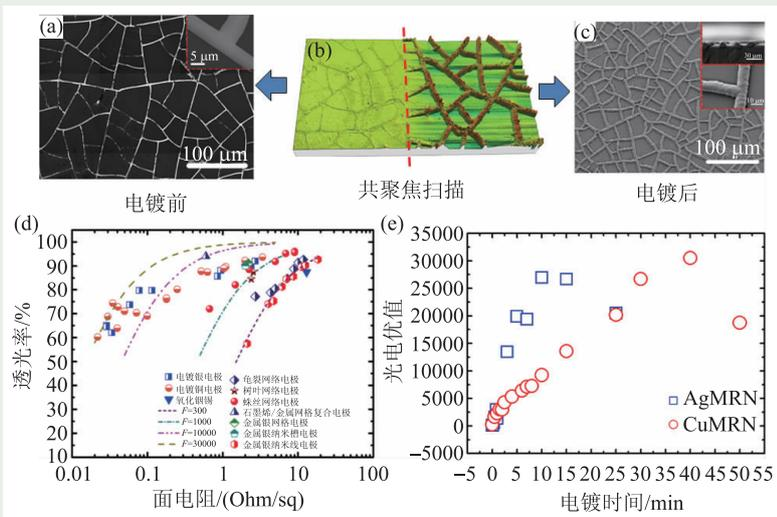

图6 (a)电镀前金属网络电极SEM照片; (b)电镀前后共聚焦光学显微镜照片; (c)电镀后金属网络电极照片; (d)电镀金属网络电极光电性能图; (e)电镀金属银和铜网络光电优值图
(3)利用低成本液相法选择性电沉积金属,获得了超低表面电阻( $R_s \sim 0.8 \text{ Ohm/sq}@T\% \sim 85\%$ )金属网络电极,其光电优值达到了31000。同时金属网络电极的宽度在1—5  $\mu\text{m}$ 之间,金属带之间的间距为10—50  $\mu\text{m}$ 。由于亚微米纳米带的 Ribbon 效应,电沉积导致亚微金属带的表面电阻迅速降低,而透光率增加缓慢,显著提高金属网络电极的光电性能。该超低表面电阻金属网络电极为高效率薄膜太阳能电池和大功率LED器件提供了理想的窗口电极。该成果近期在 *Advanced Materials Technologies*(DOI: 10.1002/admt.201600095)在线刊出(图6)[5]。